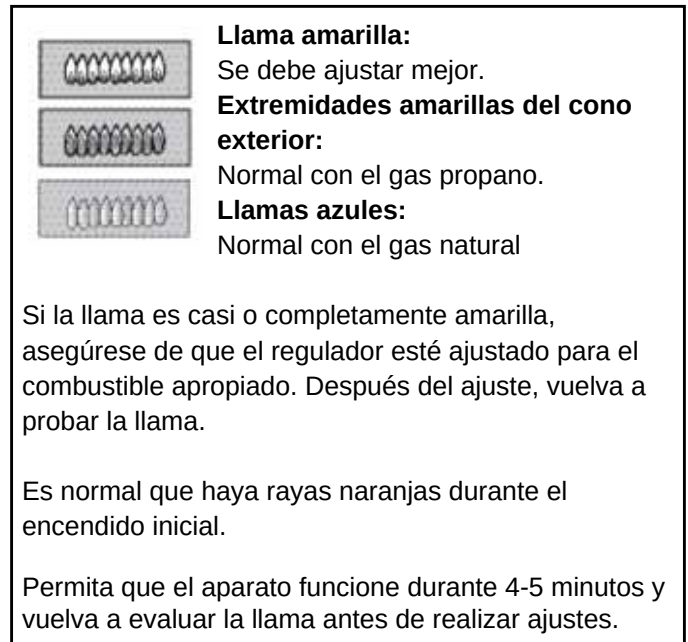

FIGURA 24: Características de las llamas
- Las patas traseras de las estufas tienen ruedas (vea la figura 24). Esas ruedas facilitan el desplazamiento de la estufa. Puede empujar la estufa en su posición final levantando ligeramente la parte delantera del aparato.
Prueba de llama: opción Alta. Gire la perilla del quemador a HI. Vea la Figura 24 para conocer las características de una llama correcta.
Inspeccione la llama de los quemadores de la hornilla mientras están encendidos. Vea la Figura 24 en la página 27 para conocer las características de una llama normal. Si la llama es casi o completamente amarilla, se debe ajustar los obturadores de aire de los quemadores de la hornilla. Vea el proceso de ajuste de la llama en la sección siguiente.
- Repita este proceso hasta que las características de la llama sean aceptables (vea la Figura 24 en la página 27).